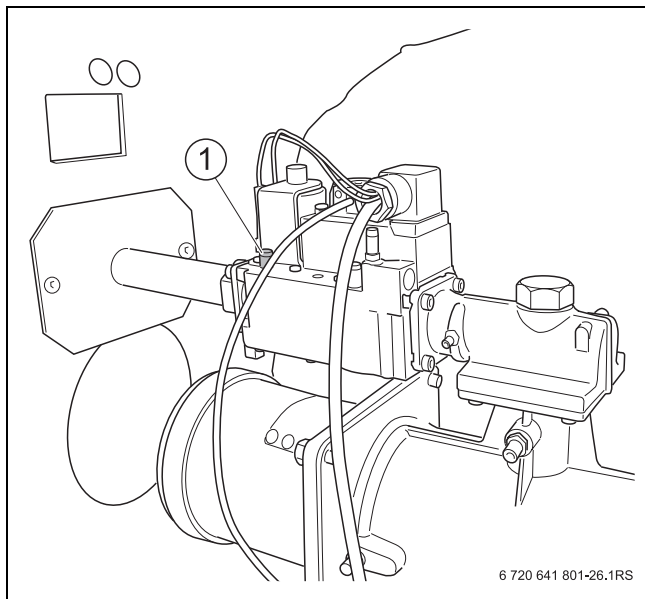

Fig. 36 Purger la conduite gaz (chaudières de 120 kW)
- ▶ Dévisser de deux rotations le capuchon de l'embout de mesure pour la pression d'écoulement au raccordement du gaz et la purge (→ fig. 36, 37, 38 [1]) et insérer le tuyau.